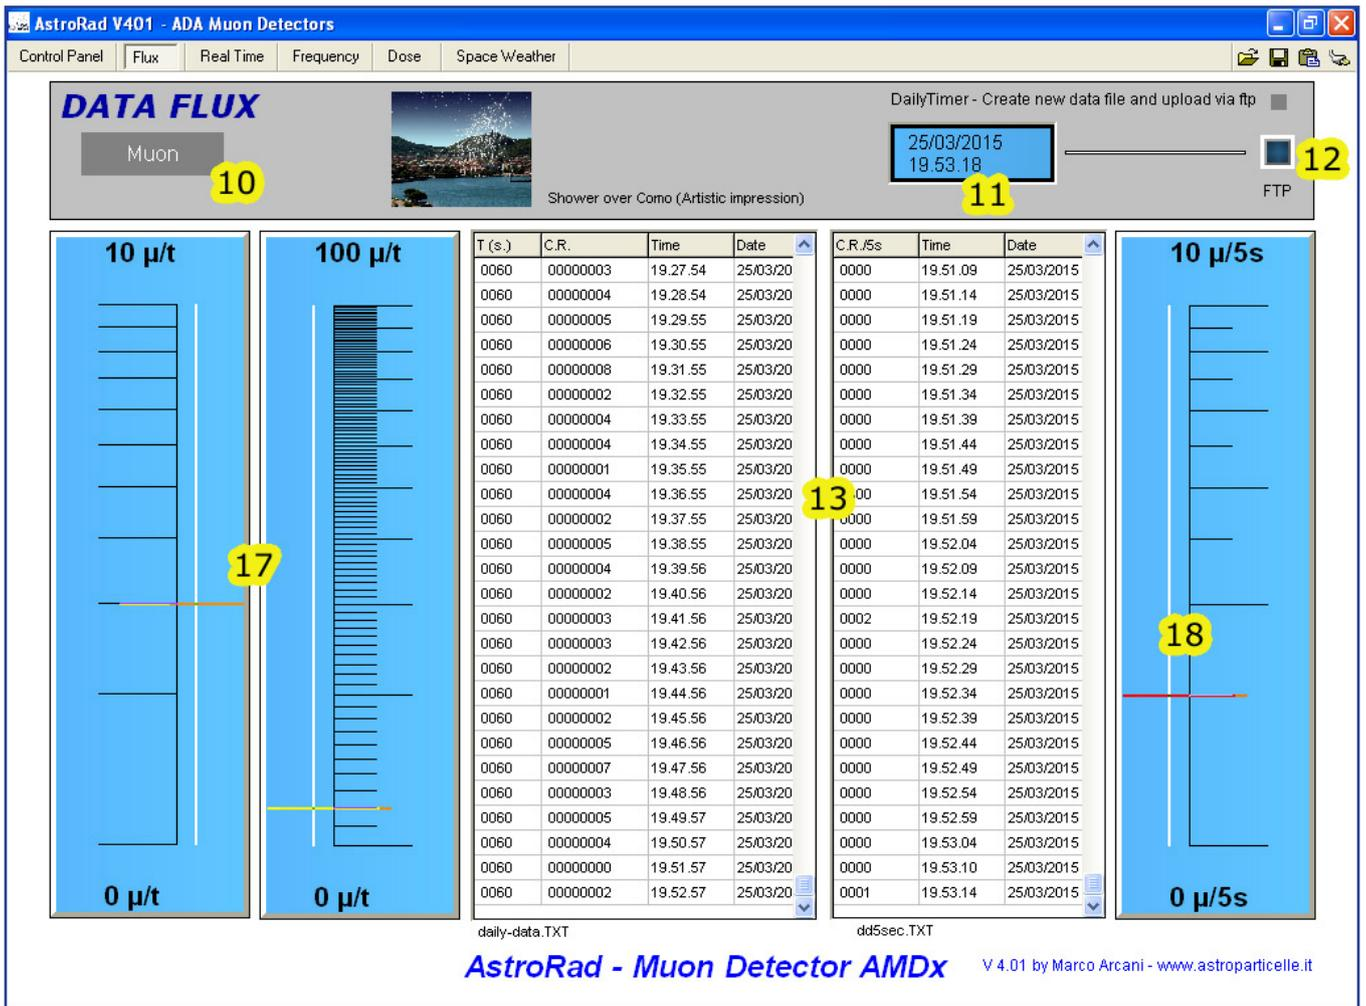

Figura 4
In questa scheda sono stati inseriti due strumenti visuali che segnalano il numero di eventi registrati (figura 4 - punto 17 e 18); i primi due sono relativi al contatore principale (17) diviso in eventi da 0 a 10 e da 0 a 100 e il terzo strumento (18) relativo al campionamento a 5 secondi. A fianco di questi strumenti ci sono le relative tabelle (figura 4 - punto 13) che raccolgono i dati alfanumerici.
Sezione FTP (figura 4 - punto 11 e 12):
Utilizzando il rivelatore in locale i dati sono registrati nelle tabelle 13 (figura 4). Ogni tabella può registrare un massimo di 16000 righe. Per esportare i dati al termine delle misure cliccare col tasto destro, scegliere 'create'... e selezionare il formato desiderato (figura 5).
È possibile provare se l'invio sul server funziona utilizzando il tasto 12 di figura 4.